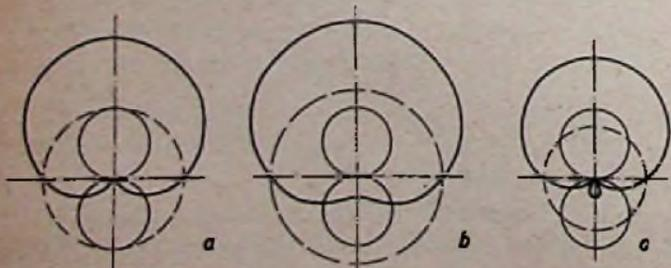

Bild 4. Richtkennlinien; — Kardioide, - - - Peilspannung, - - - - - Hilfsspannung.
nung abgibt, wenn die Rahmenebene in die Ausbreitungsrichtung der Welle (Vektor Φ) gedreht wird, da dann der Winkel zwischen Ausbreitungsrichtung und Rahmenebene, α in Gleichung (12), gleich 0 wird (also $\cos \alpha = 1$). Dreht man den Rahmen jetzt aus dieser Maximumstellung um 360° , so folgt die induzierte Spannung einer \cos -Funktion; in Polarkoordinaten dargestellt, ergibt sich also als Empfangscharakteristik des Drehrahmens ein Doppelkreis. Führt man diese Spannung einem Empfänger zu, so ergeben sich bei der Drehung um 360° zwei Maxima und zwei Minima. Wie der Doppelkreis in Bild 4 sofort erkennen läßt, sind die beiden Maxima sehr flach, die beiden Minima dagegen sehr scharf ausgeprägt. Es ist daher bei diesem Peilverfahren üblich, die Minimumstellung des Rahmens zur Peilung auszunutzen. Die Ausbreitungsrichtung der Welle erscheint dann um 90° versetzt, was sinngemäß bei der Skaleneichung berücksichtigt werden kann.
Durch entsprechende Bemessung der Kopplung läßt sich erreichen, daß der Betrag der Hilfsantennen-Rundspannung dem Betrag der maximalen Rahmenspannung entspricht. In Bild 4 läßt sich dann die Hilfsantennenspannung als Kreis um die Rahmencharakteristik einzeichnen, und als Resultat ergibt sich die sogenannte „Kardioide“, deren Minimum, wie aus Bild 4a ersichtlich, gegenüber den Rahmenminima um 90° versetzt ist. Bei zu großer Hilfsantennenspannung entsteht die „Überkardioide“, bei zu kleiner die „Unterkardioide“, die beide keine saubere Minimeinstellung ermöglichen (4b und 4c).